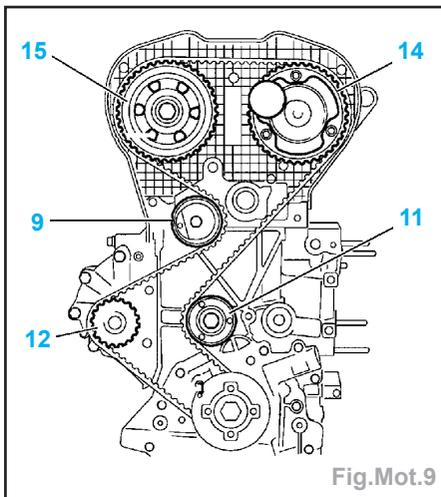

Fig.Mot.9
Impératif : vérifier que les galets (9) - (11) ainsi que la pompe à eau (12) tournent librement (absence de jeu et point dur); vérifier également que ces galets ne sont pas bruyants et/ou qu'ils ne présentent pas de projections de graisse (Fig. Mot.9).
- Reposer la courroie de distribution, brin bien tendu, dans l'ordre suivant (Fig.Mot.9) :
- galet enrouleur (11),
- pignon d'arbre à cames (14),
- pignon d'arbre à cames (15),
- la pompe à eau (12),
- le galet tendeur (9).